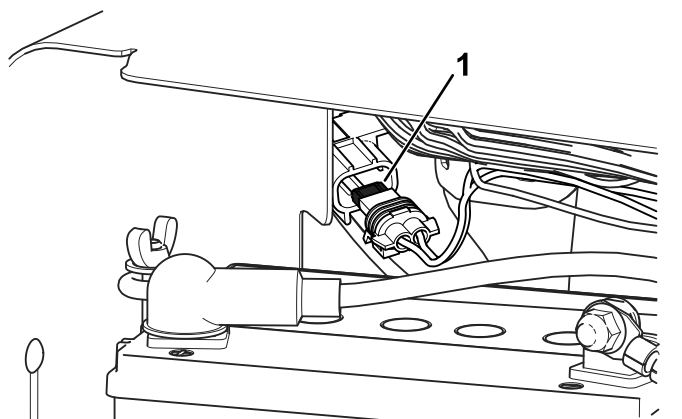

**Figure 172**
2. Retirez le couvercle du porte-fusibles (Figure 172).